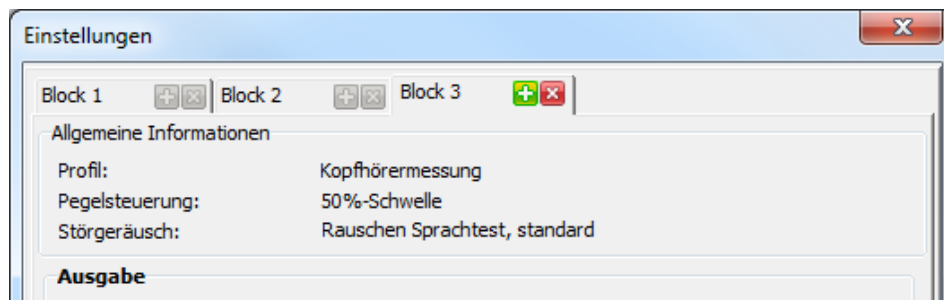

Abbildung 14: Messung mit mehreren Testlisten (Ausschnitt)
**+** Durch Anklicken der grünen Schaltfläche fügen Sie weitere Testlisten zur Messung hinzu. Dabei werden alle Einstellungen des momentan ausgewählten Blocks (Testliste) übernommen, lediglich eine neue Testliste wird vorausgewählt. Für jede neue Testliste erscheint ein weiterer Reiter oben im Dialog („Block 1“, „Block 2“ usw., siehe Abbildung 14). Sie können die Einstellungen jedes Blocks wie oben beschrieben ändern.